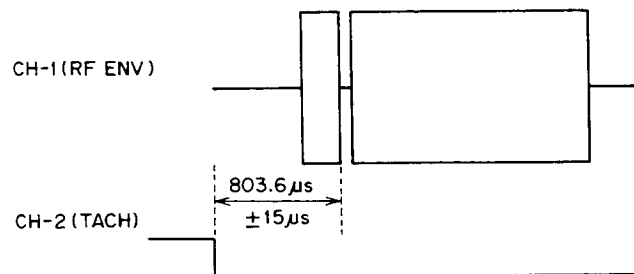

Fig. 4-5
- 4) Adjust semi-fixed resistor R496 so that the time from the leading edge of the TACH waveform to the marker of the RF waveform is $803.6 \pm 15 \mu s$, as shown in Fig.4-5.
- 4) . 図4-5 の様に、TACH波形の立ち下がりからRF波形のマーカまでの時間が、 $803.6 \pm 15 \mu s$ になるように半固定抵抗 R496 を調整する。